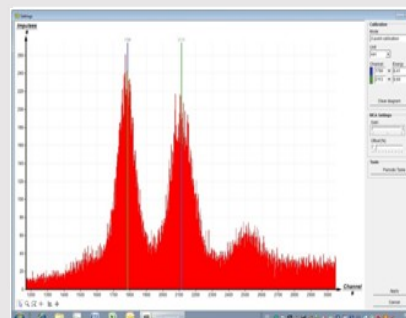

Рис. 6: калибровка многоканального анализатора
- В программе MEASURE выберите "Многоканальный анализатор" в разделе "Датчик". Затем выберите "Настройки и калибровка". После нажатия кнопки "Калибровка" можно измерить спектр. Скорость счета должна быть  $< 300$  имп/с. Настройки калибровки по энергии: - калибровка по 2 точкам, - единица измерения = кэВ, усиление = 2 - установите смещение так, чтобы подавить низкоэнергетические сигналы шума (обычно достаточно нескольких процентов), см. рис. 6.